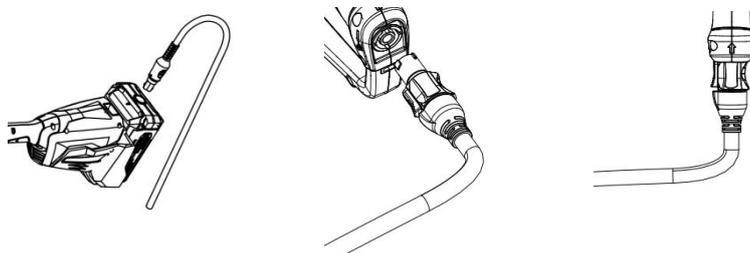

Fig. 16
2. Connecter et déconnecter la batterie de la machine (Fig. 16).